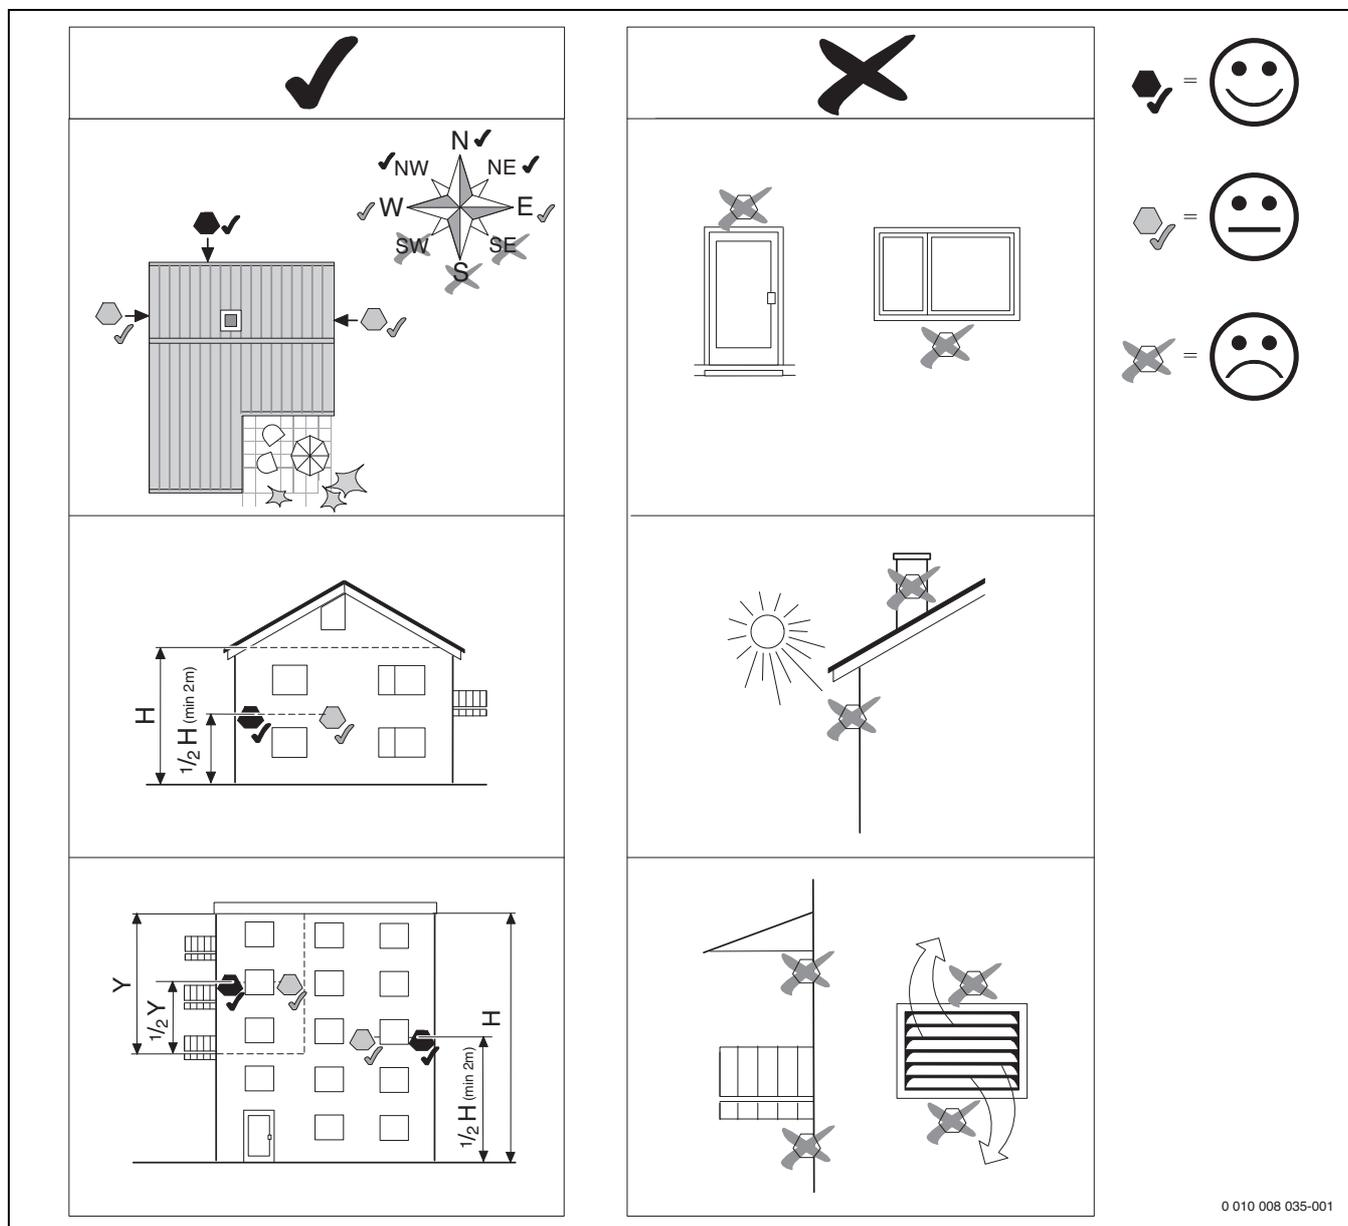

Fig. 7 Montage de la sonde de température extérieure
- Monter la sonde de température extérieure comme décrit dans la figure 7.